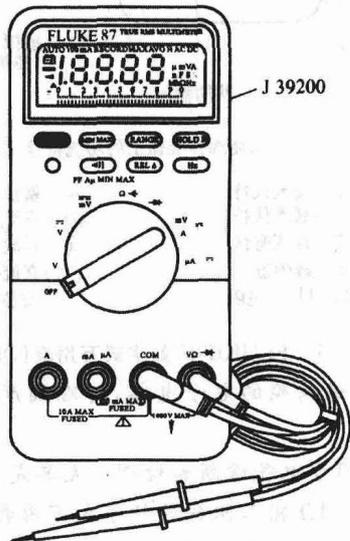

图 1-6 J 39200 FLUKE 87 数字式万用表
(1) 数字式万用表(DMM) 在许多方面都优于绝大多数型号的模拟式万用表。其中最主要的方面是它更准确。
(2) 影响模拟式万用表精确度的因素 不只是内部电路,指针也会因从不同的角度观察仪表而指在不同的位置。而数字式万用表却不必因此为读数不准而担心。
(3) 其他情况 当数字式万用表的正导线带电而负导线接地时,即在读数前显示一个“+”号;如果两极导线相反,读数前将会出现“-”号,以示相反极性。J 39200 FLUKE 87 数字万用表(见图 1-6)没有极性感应,其正极导线可接地。负极导线与电源相接时并不损坏电路或仪表。